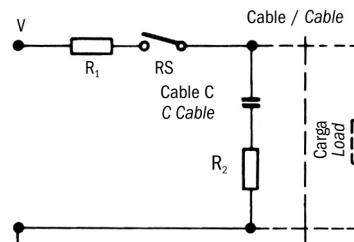

Fig. 4
**2) Cargas capacitivas y lámparas** a diferencia de las cargas inductivas, con cargas capacitivas y con lámpara se producen elevadas descargas de corriente que pueda provocar fallos inmediatos, e incluso la soldadura de los contactos. Cuando se comutan condensadores cargados o condensadores de línea, se produce una descarga inmediata cuya intensidad depende del alcance y la longitud de las cargas. La corriente de descarga pico está limitada por una resistencia en serie con el condensador, como se indica en la fig. 4 (ver página siguiente). El tamaño de la resistencia se determinará de acuerdo con las posibilidades existentes en un circuito determinado. En cualquier caso, debe ser lo más grande posible para limitar la descarga de corriente en Límites aceptables. Esto también se aplica a la carga con condensadores. En el caso de los circuitos con condensadores de alta descarga de corriente, deben utilizarse los circuitos de la figura 5 (ver la página siguiente), con R1 o R2.